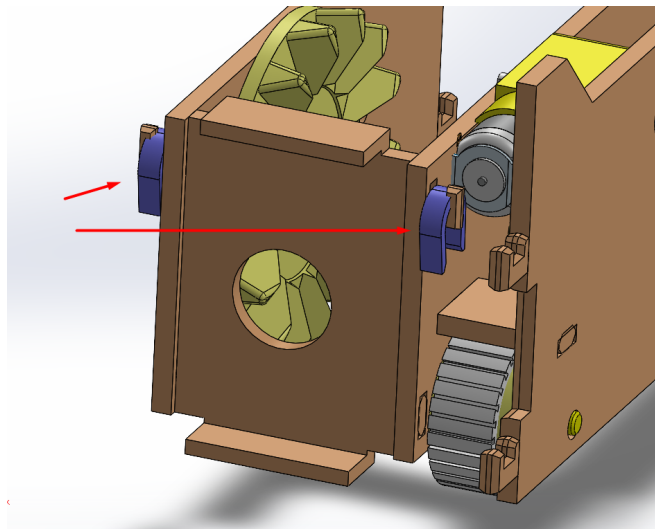

FIGURE 5
ÉTAPE 5 : Dans cette cinquième étape, nous prenons le résultat de l'ÉTAPE 4 et utilisons deux broches numérotées 23, la version la plus fine des broches doit être utilisée ici comme on peut le voir dans la figure 5.